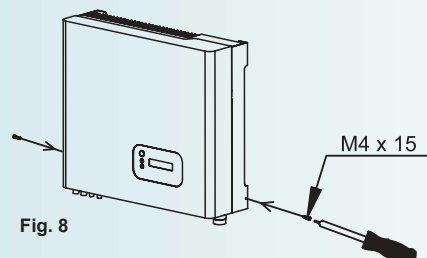

Fig. 8
- Apretar los 2 tornillos de seguridad en los emplazamientos laterales del aparato previstos a tal efecto (Fig. 8).